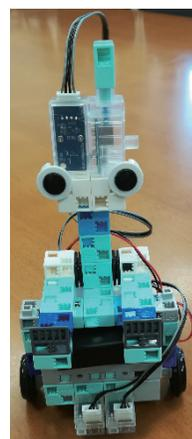

図3:「トランスポートーくん Ver.2」
5. では、「Ver.1」を改良して、「トランスポートーくん Ver.2」に改良した(図3)。Ver.2は、タッチセンサーをスイッチに変更し、加速度センサーを新たに追加した。加速度センサーは、センサー自体の傾きを3次元で測定することができる(加速度センサーのパーツをサイコロに例えるとどの目が出ているかが分かる)。加速度センサーの傾きによって、以下の動作を行うようにした。